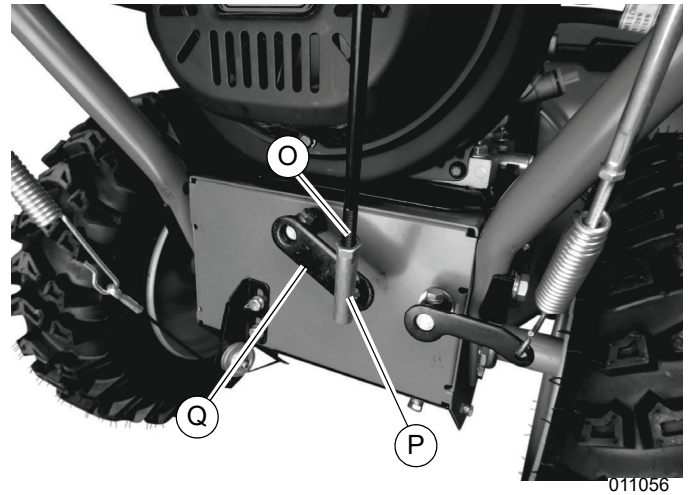

Figura 2-10. Cardán inferior de la barra del conector de cambio
9. Consulte la **Figura 2-10**. Retire la contratuerca del cardán inferior (O) de la barra del conector de cambio (P) e inserte las roscas a través del conector de cambio (Q).